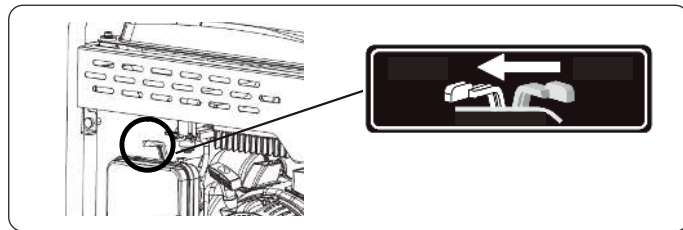

Рис. 19
**Примечание!** Не вытягивайте трос до конца. После запуска двигателя верните трос в изначальное положение, не отпуская при этом его ручку (Рис. 19).